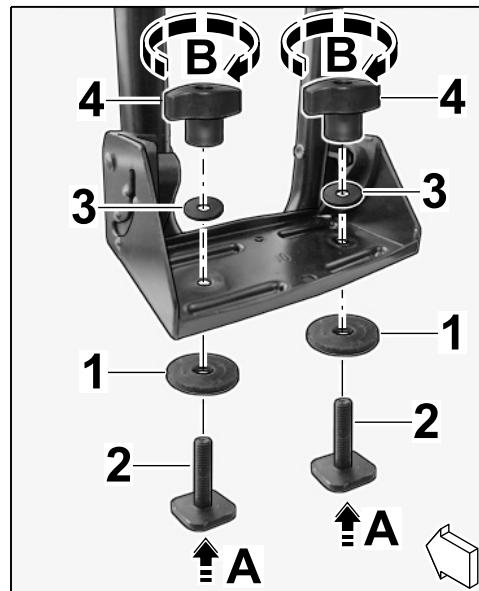

Figura 18
2.2.2 Introducir el perno en T M6 x 26 con la arandela de plástico 6,5 x 22 x 2 mm desde abajo a través del orificio en la placa de sujeción del soporte de rueda delantera ( $\Rightarrow$  Figura 18-A-).
2.2.4 Apretar la tuerca de muletilla M6 aprox. 3 vueltas en el perno en T M6 x 26 ( $\Rightarrow$  Figura 18-B-).